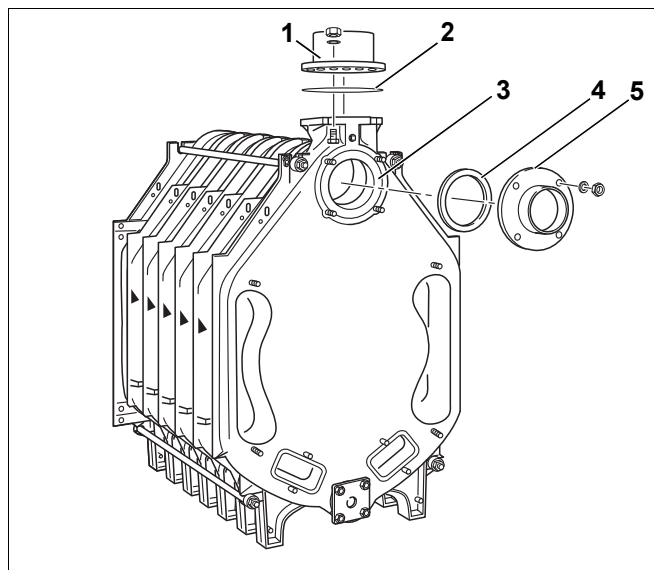

Рис. 28 Установка соединительных фланцев
На верхней ступице котла (рис. 28, [3] – штуцер обратной линии) при последующем подключении обратной линии устанавливается фланец (с приваренным патрубком).
На рисунке показаны фланец и уплотнительное кольцо (рис. 28, [4] и [5]).
- ▶ Фланец подающей линии (рис. 28, [1]) с уплотнительным кольцом (рис. 28, [2]) используются при дальнейшем подключении подающей линии.